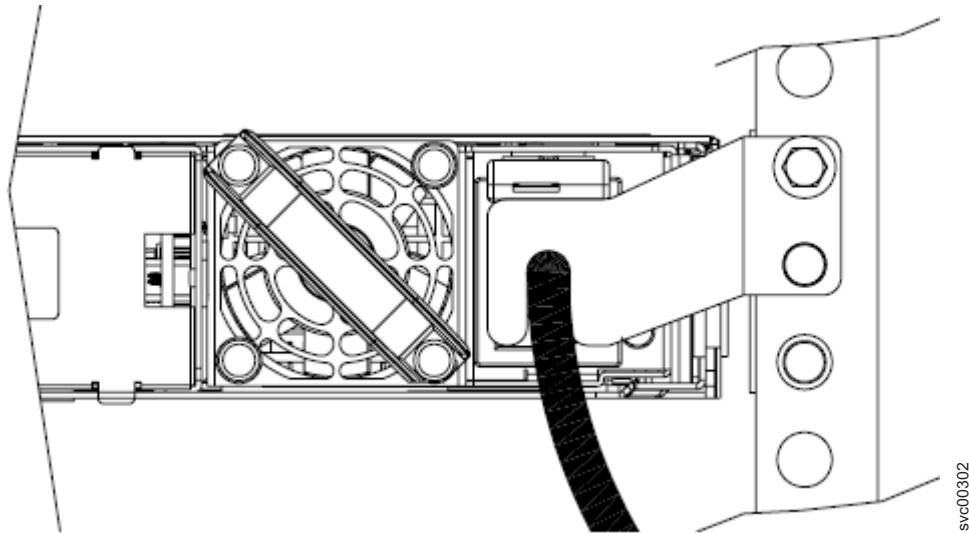

図 23. ケーブル保持ブラケット・タイプ B が取り付けられている SAN ボリューム・コントローラー 2145-8G4
1. 電源機構の隣にあるノードのサイド・レール (45 ページの図 23 に示す) から固定ボルトを取り外します。